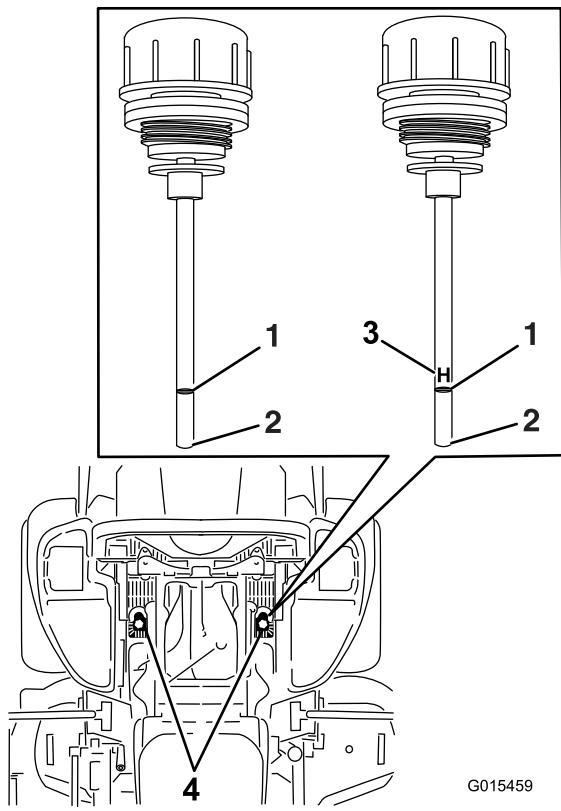

Figura 86
6. Limpie la zona alrededor de las varillas de los depósitos de los sistemas hidráulicos (Figura 86).
7. Retire una varilla del depósito de aceite hidráulico (Figura 86).
9. Retire la varilla e inspeccione el extremo (Figura 86). Si el nivel de aceite está en la marca Add (añadir), vierta lentamente en el depósito hidráulico sólo la cantidad de aceite necesaria para que el nivel llegue hasta la marca de Lleno o H.